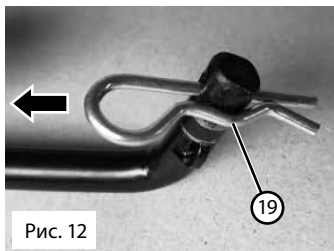

Рис. 12
- Снимите шплинт 19 с тяги переключения скоростей (рис. 12).